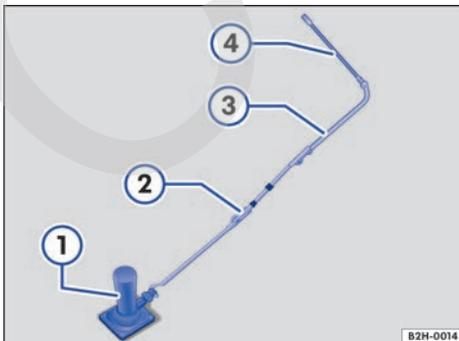

Fig. 179 Crique con prolongación.
- Despliegue la palanca de prolongación → **fig. 179** ② de las herramientas de a bordo.
- Enganche la palanca de prolongación en el crique ①.
- Acople la llave de vaso ③ a la palanca de prolongación.
- Encaje la llave de rueda ④ en la llave de vaso.